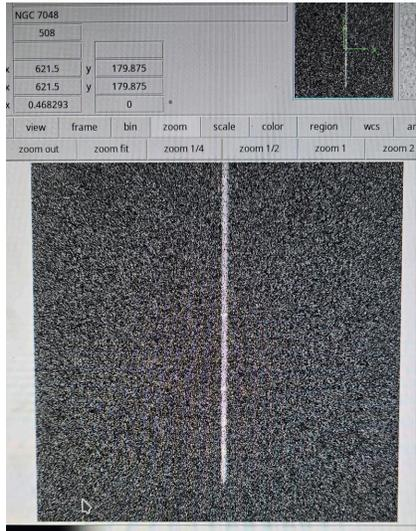

Figura 5.
- **19 julio** - Poco después, el observador notó que la imagen de la rendija 150 micras se veía inclinada. Con apoyo de T. Calvario aliné nuevamente la rendija de 150 micras, aunque me pareció muy extraño que se hubiera desalineado sola. Además, noté que parte inferior de la imagen de la rendija se cortaba (Figura 5). Esto nos hizo pensar que, al momento de sopletear la ventana del CCD se movió ligeramente el espejo diagonal del Mezcal. Consideré que esto no afectaba gravemente las observaciones y podían continuar así el resto de la noche. Le comuniqué esto a Joel Herrera este incidente, para que me diera luz verde para mover el espejo diagonal al día siguiente y volver a enderezar la rendija.